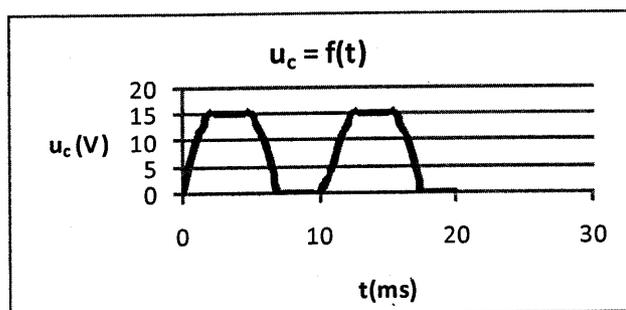

Figure 5
- 1.1** - À partir de la représentation de la tension u_c aux bornes du phototransistor sur la **figure 5**, déterminer la période T_c de u_c ; en déduire la valeur de sa fréquence f_c .